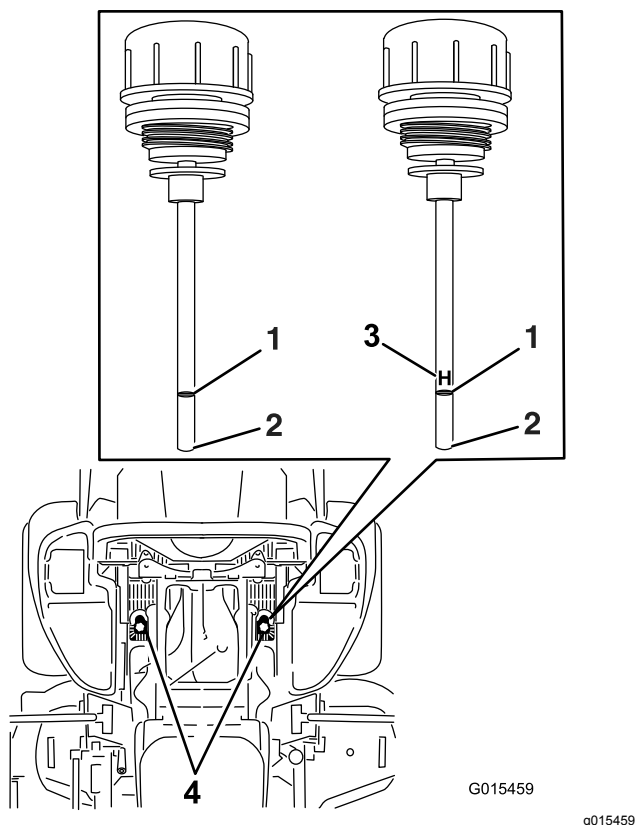

Figure 101
5. Nettoyez la surface autour des jauges des réservoirs du système hydraulique (Figure 101).
6. Sortez une jauge du réservoir hydraulique (Figure 101).
8. Ressortez la jauge et examinez l'extrémité (Figure 101).